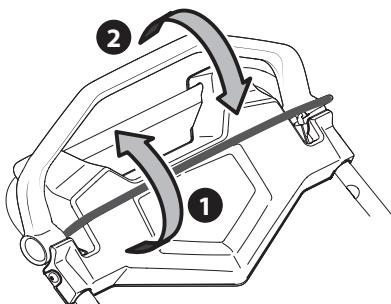

Figura 36
1. Una vez que el motor esté funcionando y mientras mantiene juntos los controles de la transmisión y la cuchilla, empuje el control de la transmisión hacia adelante para impulsar la cortadora. Cuanto más lejos se empuje el control hacia adelante, más rápido avanzará la cortadora (Figura 36).